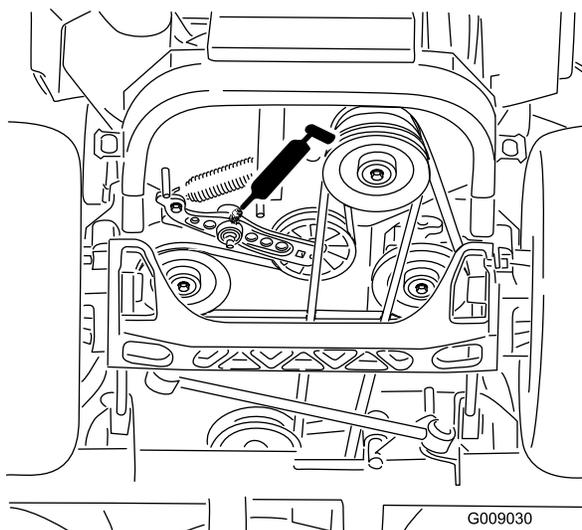

Figura 41
5. Engrase el brazo tensor de la correa de transmisión (Figura 41).